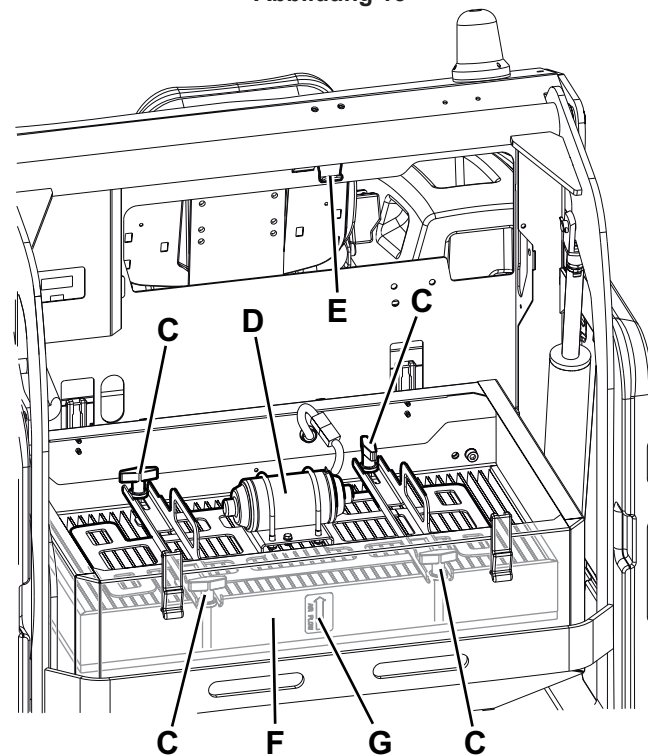

Abbildung 14
5. Die Drehgriffe (C, Abb. 14) lösen und die Filtrerrüttlergruppe (D) herausnehmen.
6. Die Filtrerrüttlergruppe in die Halterung (E) einhaken.
7. Den Staubfilter (F) heben und aus dem Gerät herausnehmen.
- Den Filter mit dem Sieb nach oben einsetzen [Pfeil (G, Abb. 14) nach oben].